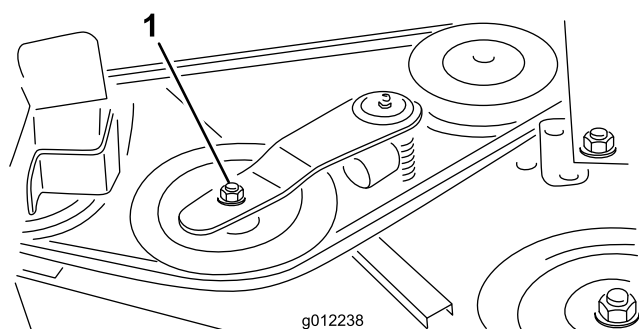
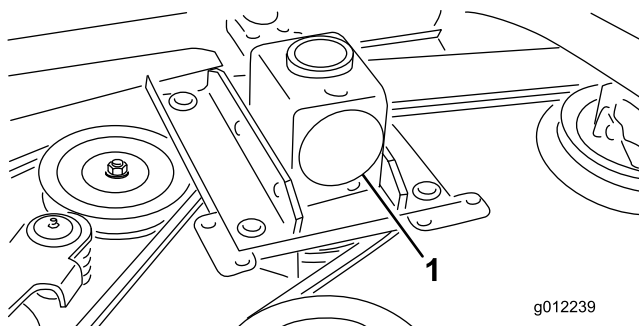

図 30
図 31
2. トルクレンチなどの工具を使ってアイドラプーリ（図 30）をベルトから引き離してベルトの張りをなくし、ベルトをギアボックスのプーリ（図 31）から外す。